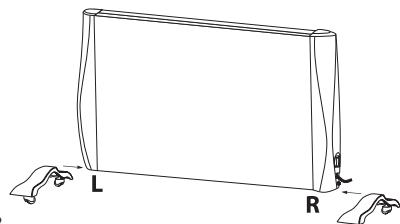

Figura 2
2. Fixați cele două picioare în partea de jos a radiatorului, verificați de două ori marcadul R și L (dreapta și stângă) (Figura 2).